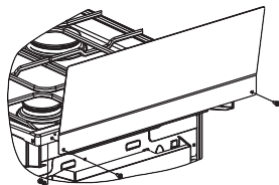

рис. 1
- Модели плит GM1413 003; 103 комплектуются щитком, который закрепляется перед установкой плиты (рис.1).
- **Установка щитка** Установку щитка производить путем крепления к столу двумя винтами и гайками (см. рис. 1). Винты и гайки для крепления щитка находятся в пакете с комплектующими.